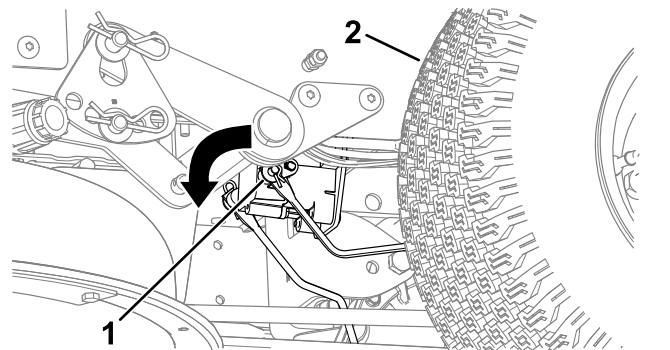

Figura 54
3. Localizați la frâna electrică arborele la care sunt conectate braele de cuplare (Figura 54).